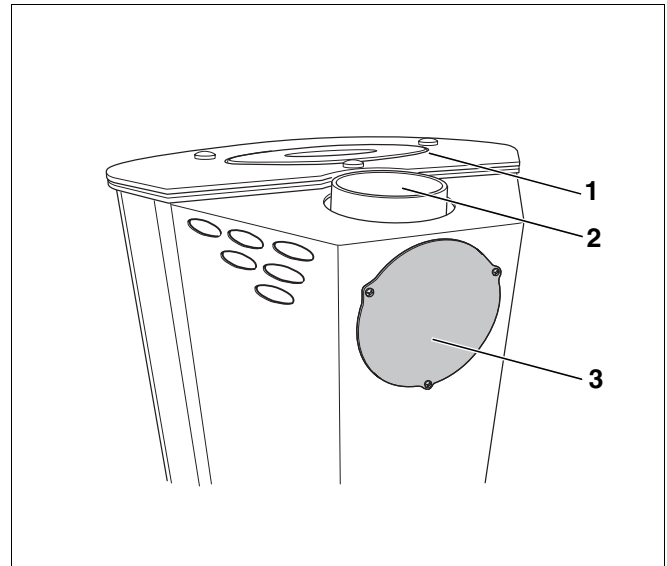

Abb. 6 Anschlüsse
- Abgasanschluss Oberseite, über die obere Abgasöffnung nach oben (Abb. 6, **Pos. 1**).
- Abgasanschluss Rückseite, über die rückseitige Abgasöffnung nach hinten (Abb. 6, **Pos. 3**).
Werkseitig ist der Abgasstutzen (Abb. 6, **Pos. 2**) am Abgasanschluss Oberseite des Kaminofens montiert.